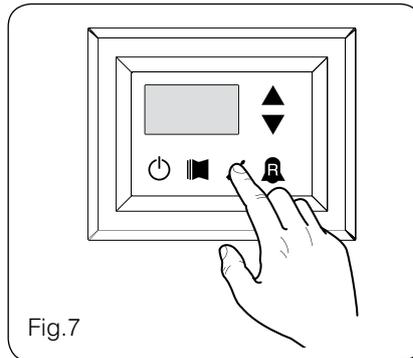
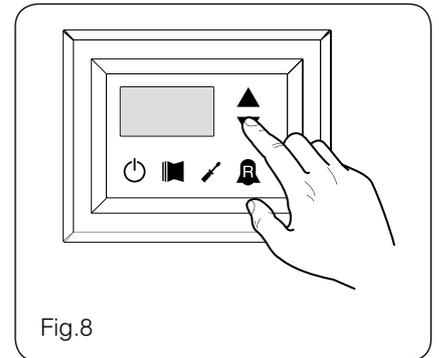

Fig.7
Fig.8
Para entrar en el menú LECTURAS AVANZADAS, presione la tecla que aparece en la fig. 7. Una vez presionada la tecla deberá introducir la contraseña de acceso a los diferentes menús. Para acceder al menú de usuario la **contra-**
**seña es 010**. Para modificar el valor de las contraseñas use las teclas con las flechas. Una vez introducida la contraseña, presione la tecla que aparece en la fig. 7. En el display aparecerá el índice de la lectura y una línea de tres
caracteres que la identifica. La línea se verá durante un segundo, después de que sea sustituida por el valor correspondiente a la propia lectura. Para pasar a la siguiente lectura, use las teclas de las flechas (fig. 8).
Para ingresar al menú USUARIO pulsar la tecla indicada en (Fig.7); una vez pulsada la tecla se deberá ingresar la password para acceder a los diversos menús; para acceder al menú usuario la **password es 000** (que es por defecto la visualizada); para modificar el valor de las passwords usar las teclas de
desplazamiento. Una vez ingresada la password correcta pulsar la tecla indicada en (Fig.7). En la pantalla se visualiza el índice del parámetro USUARIO y una línea de tres caracteres que la identifica; la línea se puede visualizar un segundo, luego se sustituye por el valor correspondiente al parámetro mismo. Para pasar al
parámetro siguiente, usar las teclas de desplazamiento (Fig.8). Para modificar un parámetro basta seleccionarlo, pulsar la tecla indicada en (Fig.7), modificar el valor asignado mediante las teclas de desplazamiento mostrado en (Fig.8) y para confirmar la modificación, pulsar nuevamente la tecla indicada en (Fig.7).